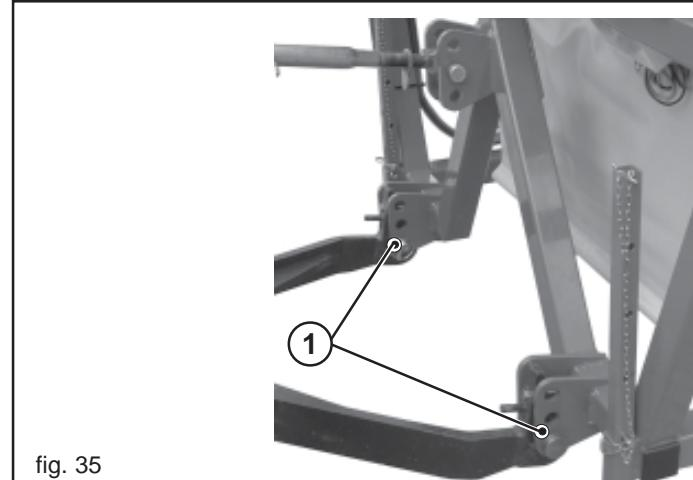

fig. 35
- 1) Accrocher les barres de l'élèvateur aux pivots prévus à cet effet (1, Fig. 35). Bloquer par les goupilles à encliquetage.